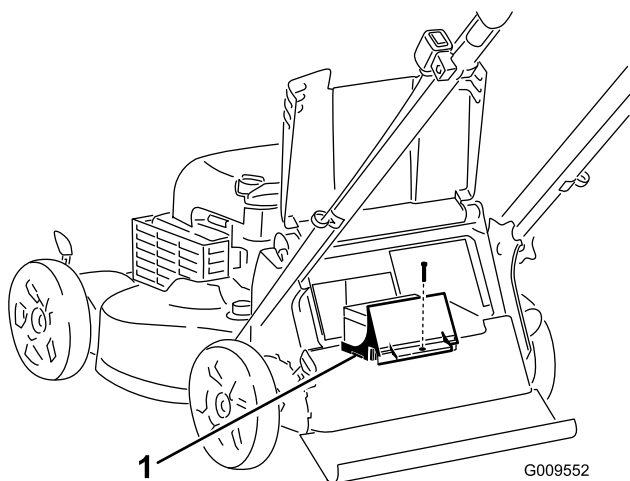

Figura 7
**Nota:** Su cortacésped viene con un fusible de repuesto en el compartimento de la batería (Figura 7).